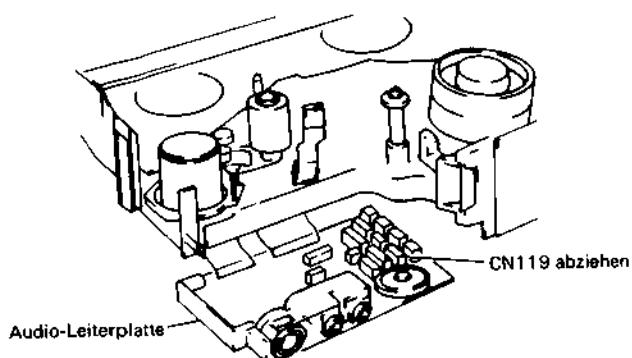

Abb. 2.59 Ausbau des Wickelteller-Bandendensensors
Ausbau des Wickelteller-Rotationssensors (Abb. 2.59, 2.60)
3. Den Stecker CN119 abziehen (siehe Abb. 2.59).